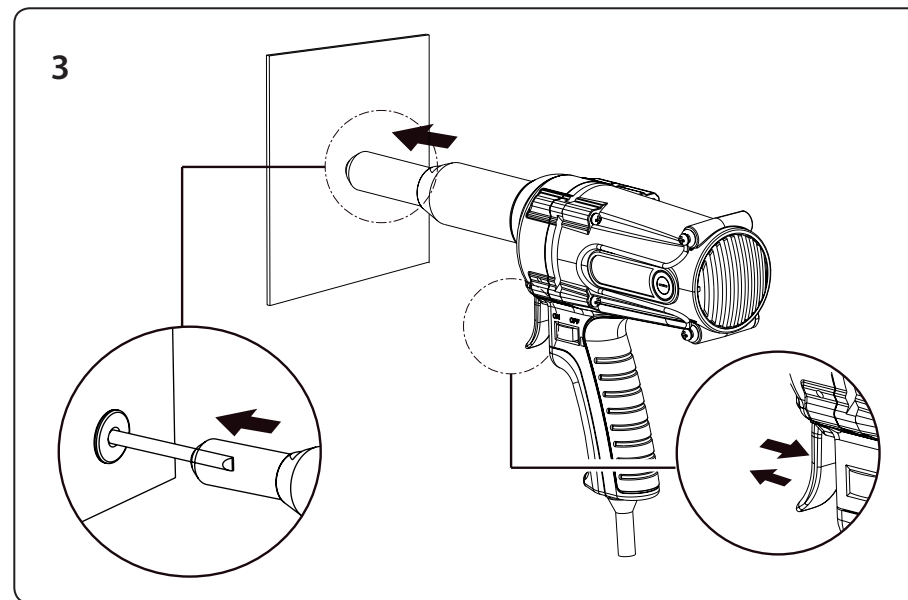

Fig.5
- c) **Inserire il gambo del rivetto nel foro del rivetto a vite nella pistola rivettatrice e premere e rilasciare immediatamente il grilletto della pistola senza tenerlo, vedere il passaggio 3, Fig.5. Il grilletto della pistola non deve essere tenuto.**